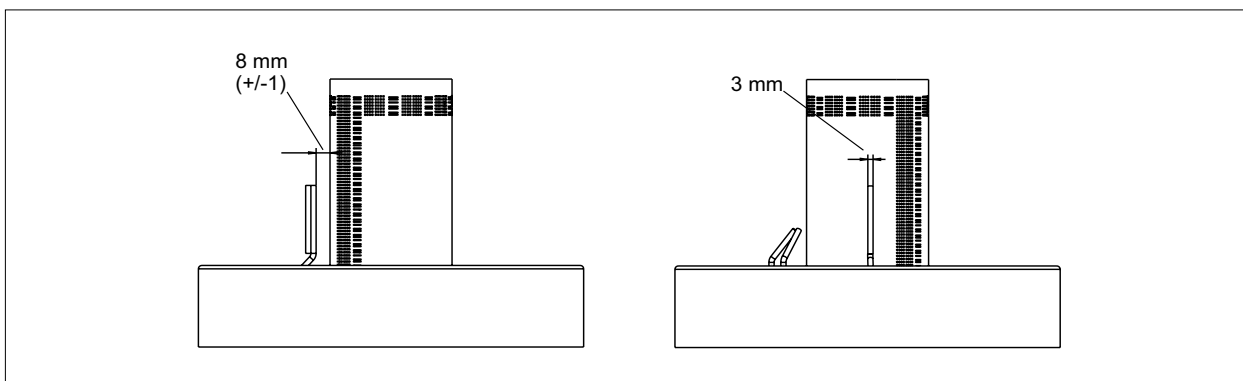

Рис. 6.4 Расстояния от ионизационного электрода
- ▶ Проверить расстояния согласно Рис. 6.4.